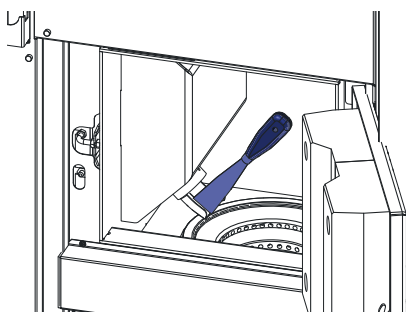

Fig. 40 Nettoyer la gouttière
- Le cas échéant, nettoyer l'intérieur de la gouttière au moyen d'un tournevis – Fig. 40.